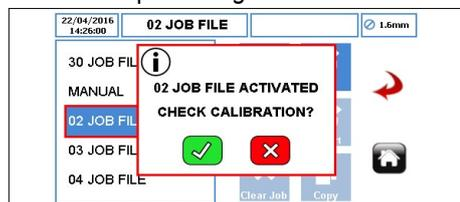

Figure 72 Fichier de travail activé
- ▶ Pour activer le fichier de travail en surbrillance et les modifications apportées, appuyez sur l'icône . Lorsque la pompe est en marche, l'icône Activer est « grisée ». Lorsqu'un fichier de travail a été activé, une invite s'affiche comme indiqué à la figure 72.